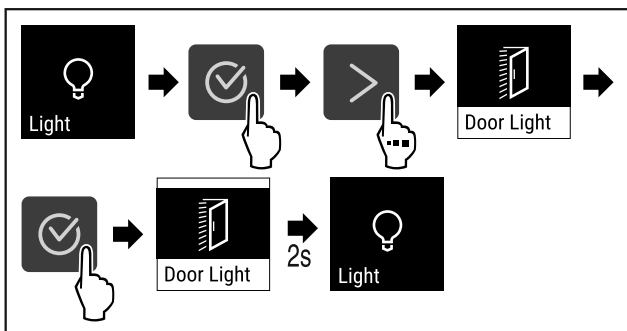

Fig. 68
- ▶ Handlungsschritte (siehe Fig. 68) durchführen.